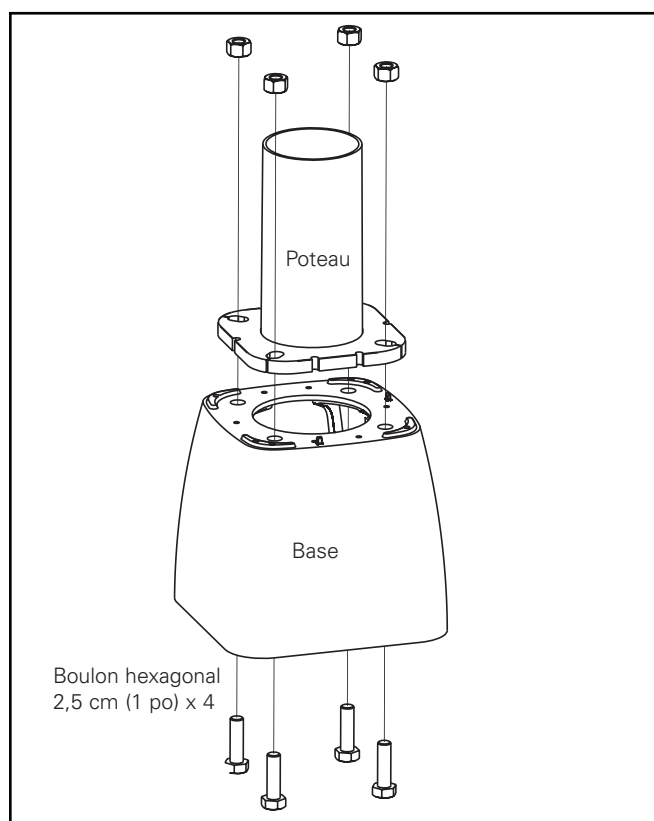

Figure 4. Détail du montage du poteau
1. Installez la tôle de protection un sur la base en utilisant les vis 1/4-20 et les rondelles fournies. (Figure 4.)
4. Utilisez les trois vis 1/4-20 et les rondelles pour fixer la tôle de protection deux en place (Figure 4.)